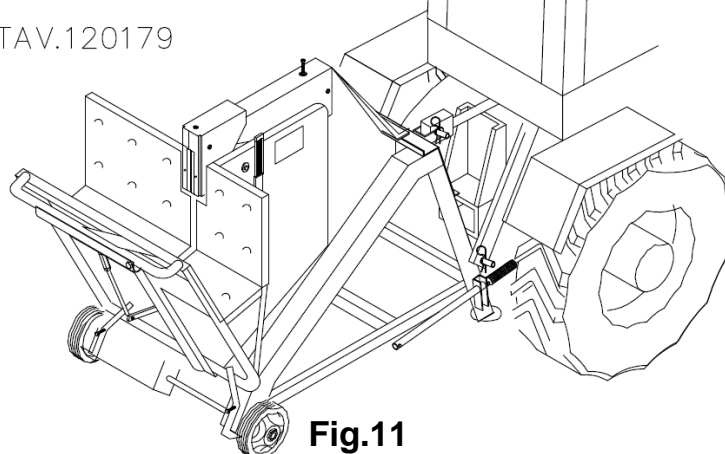

Fig.11
- Trasportare la macchina con l'aiusilio di un trattore agganciato alla stessa tramite le tre punte (Fig.11).